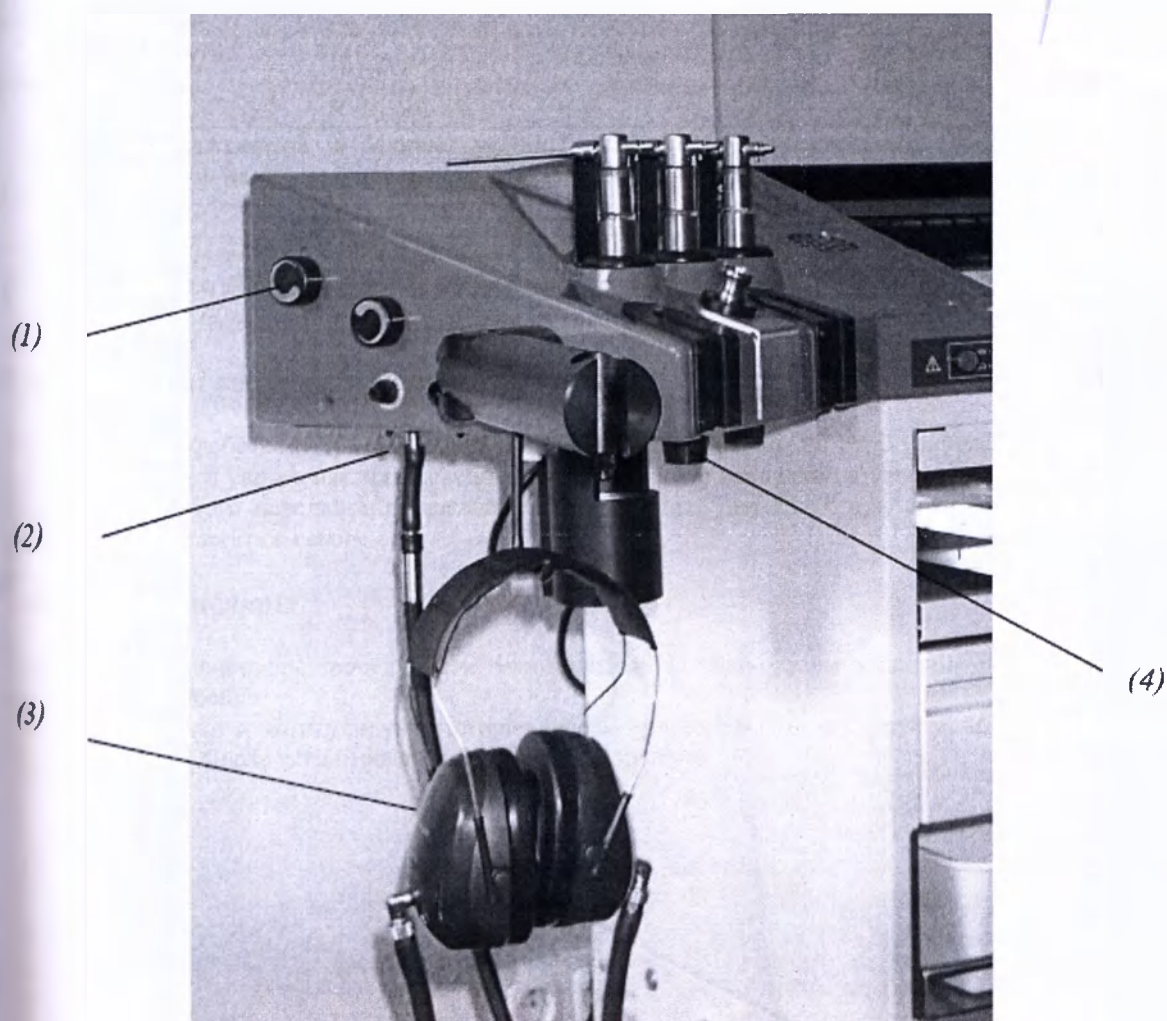

Рисунок 9: Устройство для массажа барабанной перепонки
Перед тем как пациент наденет наушники, убедитесь, что интенсивность не слишком высокая. При необходимости уменьшите интенсивность с помощью вращающейся ручки (Рис. 9 (4)).
(Рис. 9 (3)) Для удобства и правильного прилегания наушников можно отрегулировать высоту ушных накладок. Вытяните ушные накладки наушников и разместите накладки на ушах так, чтобы они плотно прилегали. Для этого передвигайте накладки вверх и вниз, удерживая при этом оголовье. Оголовье должно ровно прилегать к голове.
Установите интенсивность процедуры на минимальный уровень путем вращения ручки (Рис. 9 (4)) против часовой стрелки.
Наденьте наушники и отрегулируйте интенсивность процедуры. Отрегулируйте частоту воздушного насоса (Рис. 9 (1)), после чего передайте наушники пациенту.